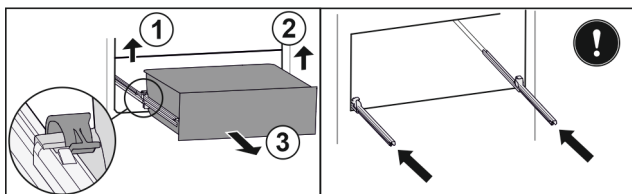

Fig. 61
- Podignite lijevu stezaljku i istovremeno izvucite ladicu lijevo prema naprijed. Fig. 61 (1)
- Podignite desnu stezaljku i istovremeno izvucite ladicu desno prema naprijed. Fig. 61 (2)
- Izvadite ladicu prema naprijed. Fig. 61 (3)